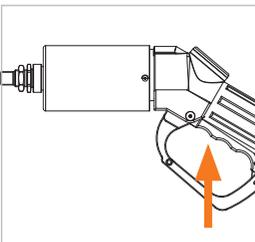

Abbildung 22
- ▶ Ziehen Sie den Betätigungshebel (Pos. 7) am Handgriff (Pos. 8) der Füllkupplung vollständig in die ON-Position hoch (Abbildung 22), bis dieser hörbar einrastet und der grüne Ring sichtbar ist (Abbildung 13 auf Seite 74). **Der Betätigungshebel (Pos. 7) muss eingerastet sein bevor die Leckageprüfung gestartet wird!** Wenn sich der Betätigungshebel (Pos. 7) nicht leicht betätigen oder einrasten lässt, nehmen Sie den Servicenippel nochmals heraus und setzen ihn erneut ein.